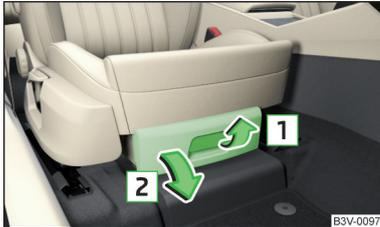

Abb. 113
- Zum **Öffnen** den Griff in Pfeilrichtung **1** ziehen und das Fach in Pfeilrichtung **2** öffnen » Abb. 113.